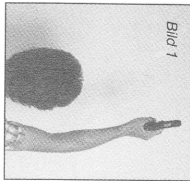
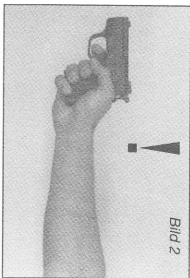
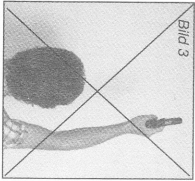

Bild 1
Bild 2
Bild 3
- 11 Halten Sie Ihren Arm beim Schießen straff nach vorne ausgestreckt und so, dass die Waffe über Augenhöhe steht (Bild 2) oder halten Sie den Arm straff nach oben und über Kopfhöhe und Ohren ausgestreckt (Bild 1). Schließen Sie keinesfalls in Kopf- und Körpernähe (Bild 3).